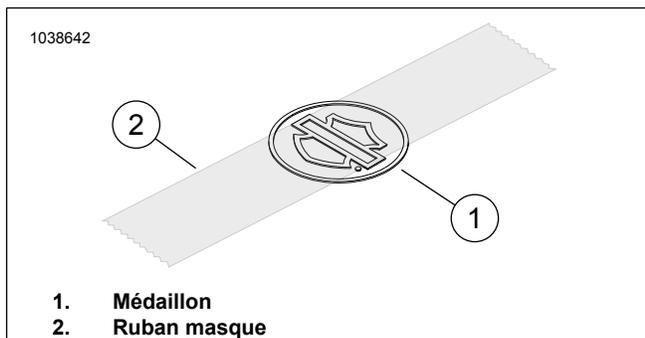

Figure 2. Appliquer du ruban adhésif au médaillon
2. Voir la Figure 2. Placez un morceau de trois pouces de ruban-cache (2) centré sur la barre et le bouclier du médaillon (1).
4. Voir la Figure 2. Installez le médaillon sur le support.